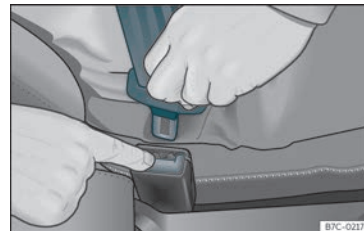

Fig. 10 Soltar a lingueta do fecho do cinto.
- Pressione o botão vermelho do fecho >>> **Fig. 10.** A lingueta saltará do fecho.